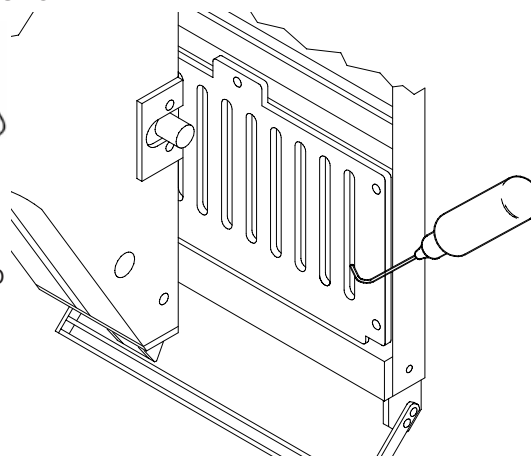

Figura 5-7
2. Desde la parte trasera de la jaula de aguja pongan una o dos gotas de aceite para lubricar la máquina de coser en las barras de agujas de uno a seis en el sitio mostrado en la Figura 5-7. Repitan el procedimiento para cada cabeza.